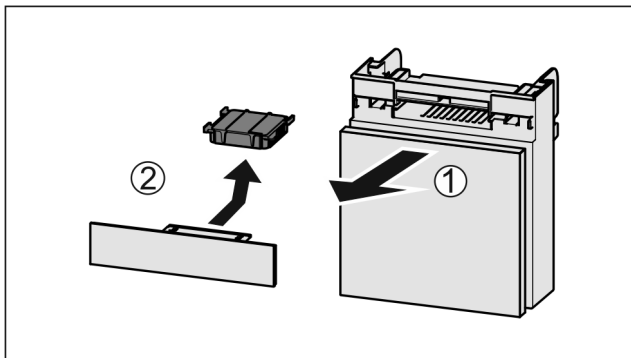

Fig. 34
- ▶ Потягніть Fig. 34 (1) відділення вперед.
- ▶ Витягнути Fig. 34 (2) фільтр з активованого вугілля.